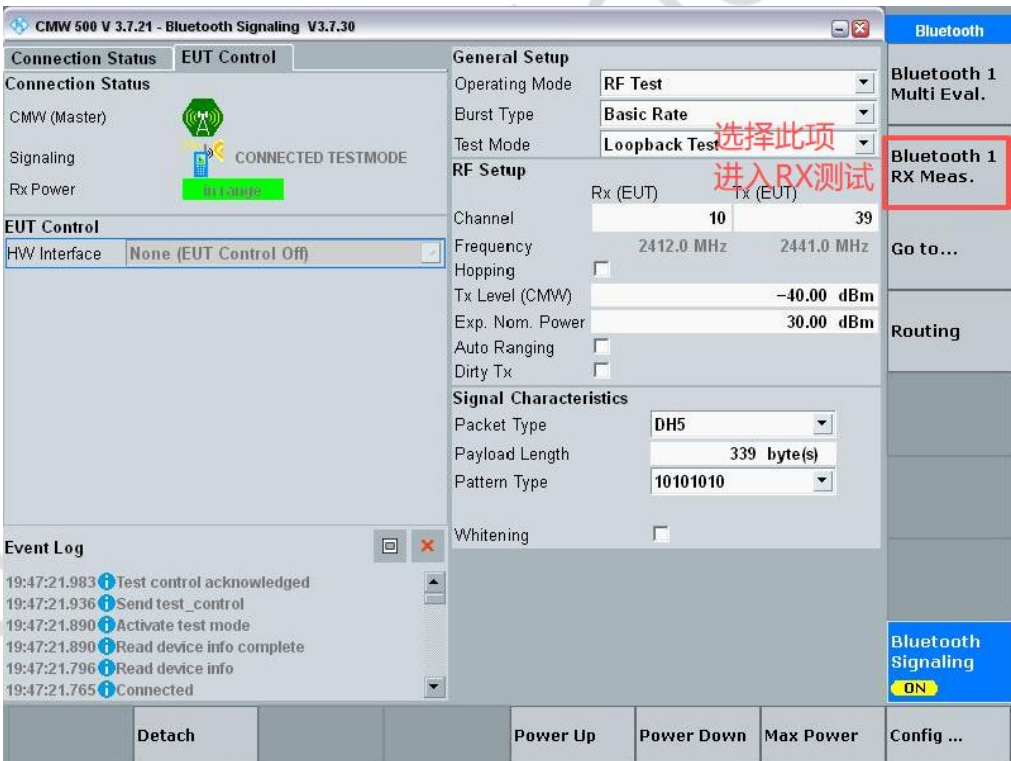

图 5-1
- 1) 在 Bluetooth signaling 界面点击【Bluetooth 1 RX Meas. 】如图 5-1；